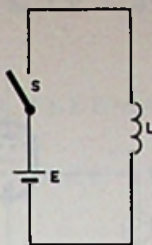

FIG. 7
③ De spoel L in fig. 7 heeft 500 windingen. Als door deze spoel een stroom van 40 mA vloeit omvat iedere winding een flux van 0,0004 weber.